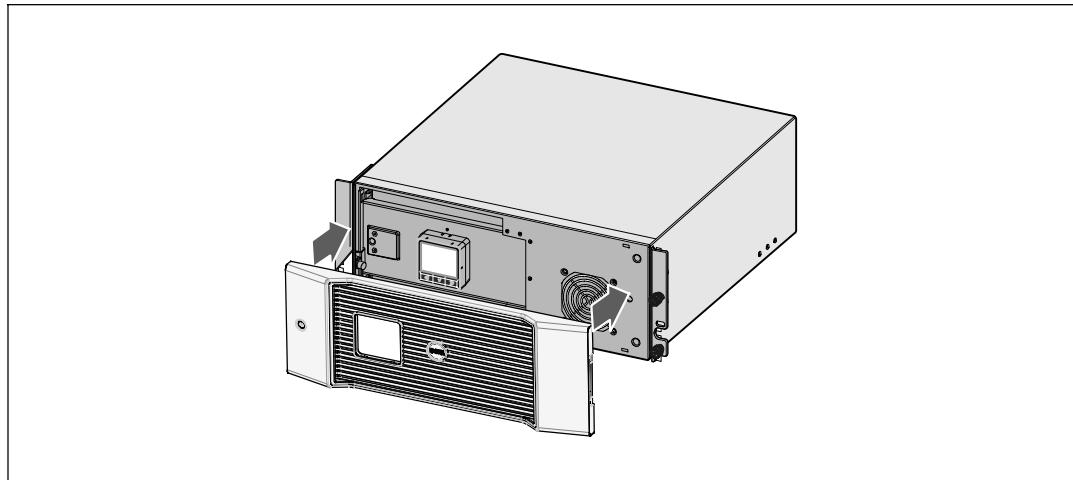

図29. UPSのフロントカバーの取り外し方法
- 5 UPSのフロントカバーを取り外します（図29を参照）。